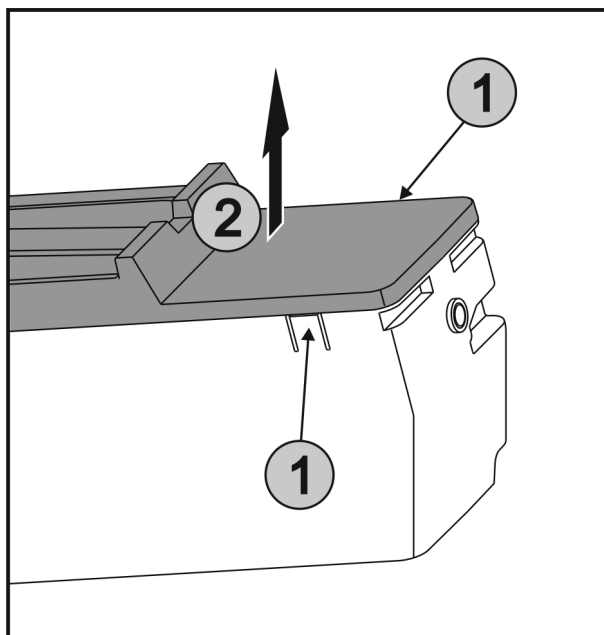

Fig. 39
- ▶ Istočasno pritisnite spono Fig. 39 (1) na obeh straneh EasyTwist-Ice in dvignite pokrov Fig. 39 (2) v smeri navzgor.